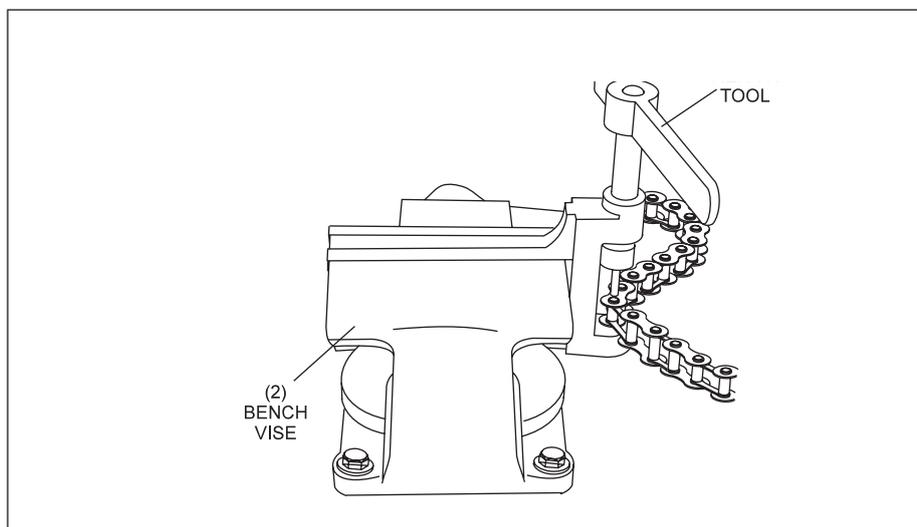

Figure 8-21. Réparation de la chaîne à l'aide d'un étau.
2. Installez l'outil de réparation de la chaîne dans un étau, tel qu'il est indiqué à la *Figure 8-21*.